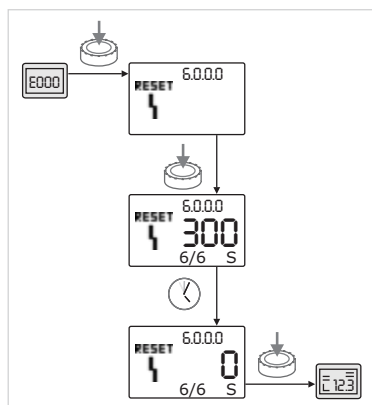

Fig. 47: Potwierdzanie błędu typu B ( $X=Y$ )
- Jeżeli aktualna liczba błędów jest równa maksymalnej liczbie błędów (Fig. 47):